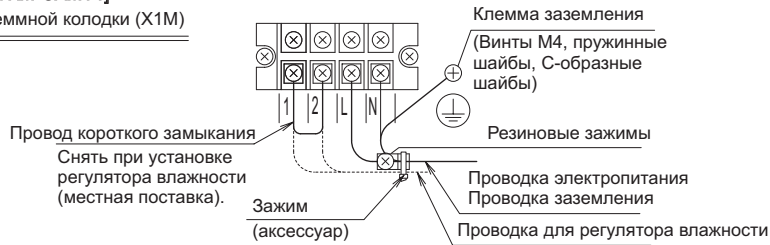

Рис. 17-1
- Протянуть проводку электропитания и проводку заземления через отверстие в шкафу электрических устройств, и закрепить комплектным зажимом после подсоединения проводов к клеммным колодкам. (См. Рис. 17-1, 17-2)
- Закрепить зажимом вместе с проводом электропитания. (См. Рис. 17-1)